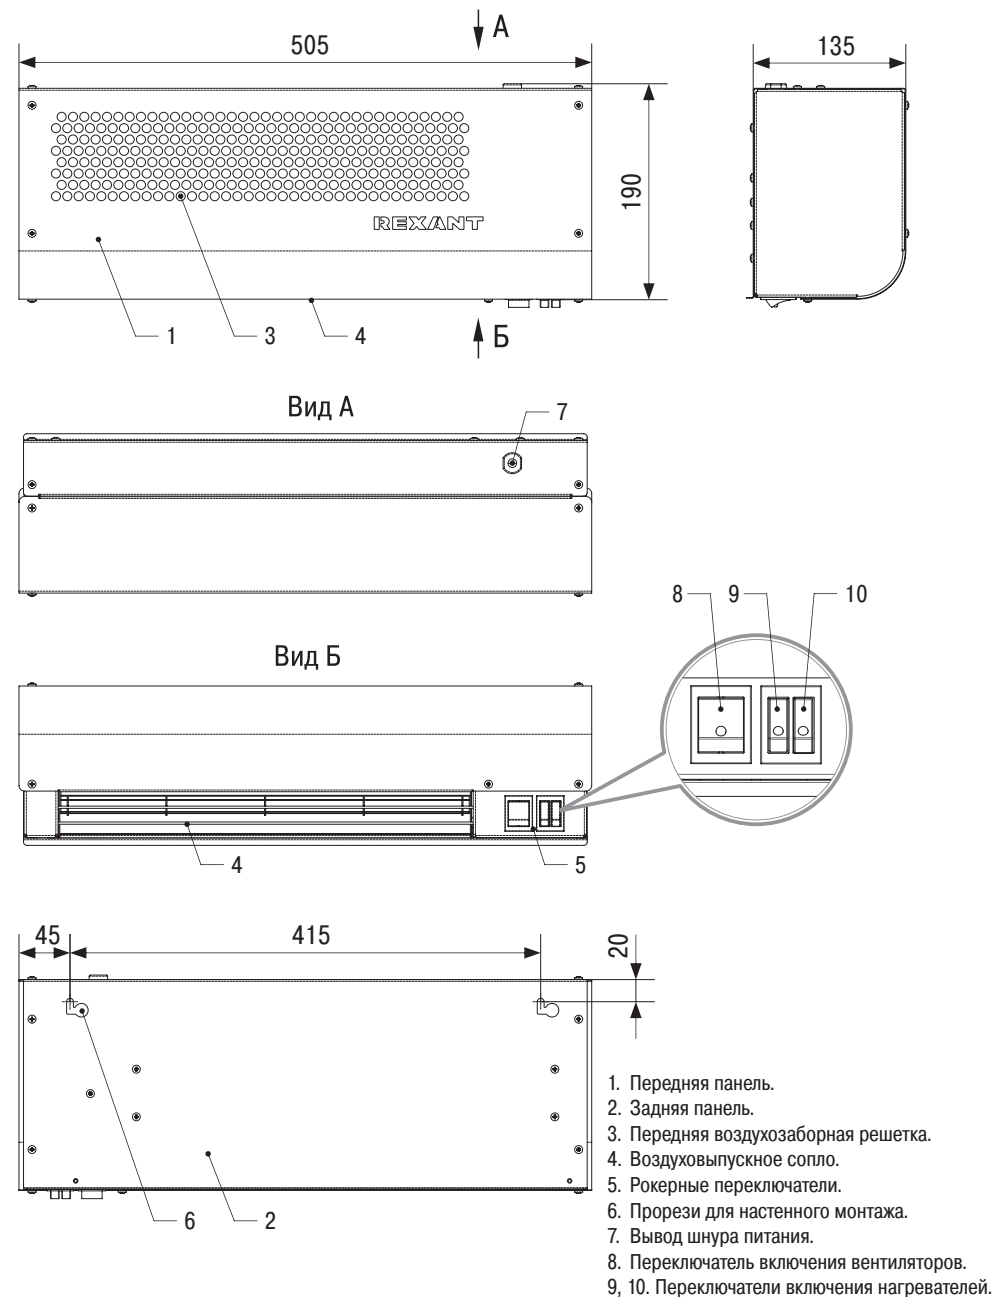

Рисунок 3.
- Для настенного монтажа прибора следует с помощью уровня и рулетки (линейки) разметить отверстия на стене. Межцентровое расстояние посадочных отверстий указано на чертеже (см. рис. 3).